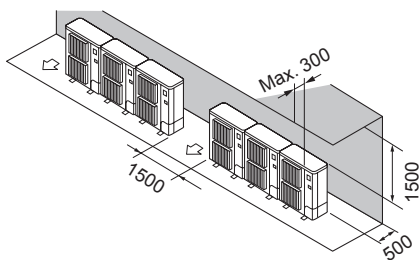

Fig. 2-13
- ② Překážky pouze vzadu a nahoře (Fig. 2-13)